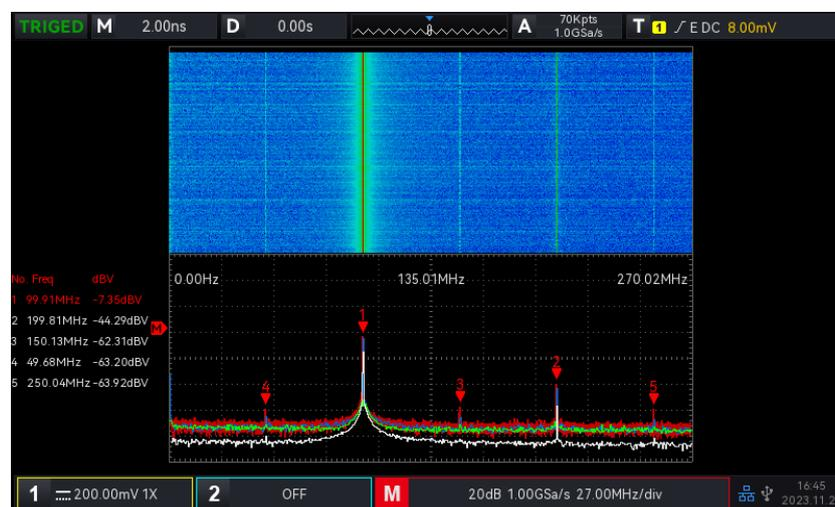

Abbildung 17-3
- e. Wasserfallkurve 2: Das Spektrum und die Wasserfallkurve werden in zwei Fenster aufgeteilt und angezeigt. Die Wasserfallkurve zeigt die zeitliche Veränderung des dB-Wertes im Spektrum. Sie hat die Funktion „Aufzeichnen“. Die Wasserfallkurve kann nur ausgewählt werden, wenn eine erweiterte FFT geöffnet ist. Die maximale Aufzeichnung von 200 Spektren entspricht der Wasserfallkurve, wie in Abbildung 17-3 gezeigt.